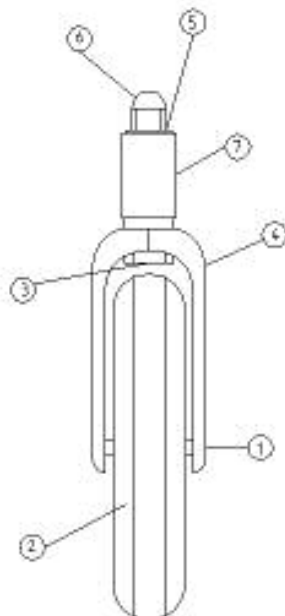

Abbildung 7
In Abbildung 7 ist das Vorderrad (2) mit Schwenkgabel (4) und Befestigung in der Lagerbuchse (7) am Fahrgestell dargestellt.
1. Zum Ausbau des Vorderrades wird die Achse (1) mittels Inbusschlüssel #6 aus der Schwenkgabel (4) herausgeschraubt. In der gegenüberliegenden Seite der Schwenkgabel (4) ist eine selbstsichernde Mutter eingelassen.
2. Zwischen den Schenkeln der Schwenkgabel (4) ist der Kopf des Lagerbolzens (3) zugänglich. Dieser Lagerbolzen (3) wird mit Hilfe des Steckschlüssels SW 19 gegen Verdrehen gesichert.
3. Mit dem Schraubenschlüssel SW 19 wird die Hutmutter (6) gelöst.
4. Die Scheibe (5) wird abgenommen und die Schwenkgabel kann ausgetauscht werden.